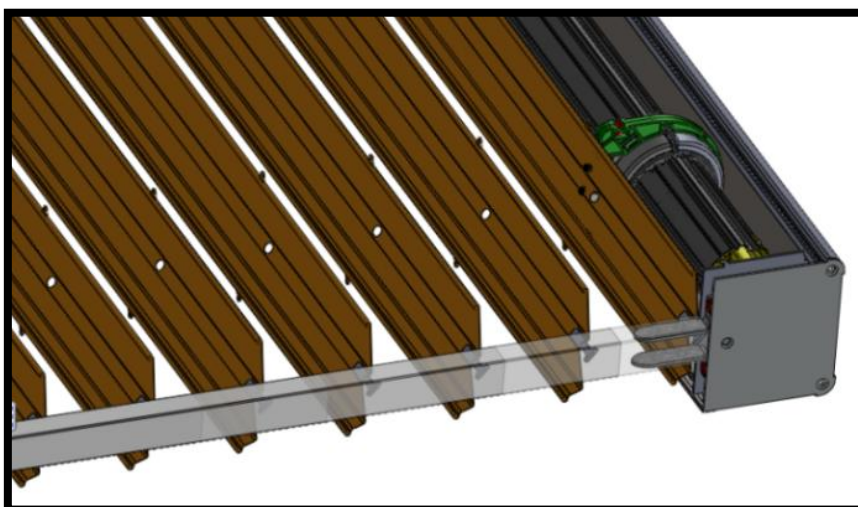

Figure 2
- Introduire les guides lames à travers les coulisses en prenant garde de ne pas en oublier (voir figure 2)
- Insérer les coulisses dans les pattes de liaisons du caisson (voir figure 2)